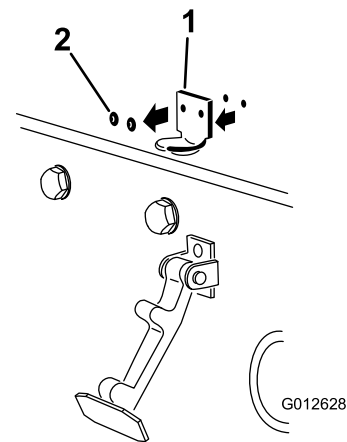

Figura 4
2. Îndepărtați cele 2 nituri care fixează suportul clichetului capotei pe capotă (Figura 4).